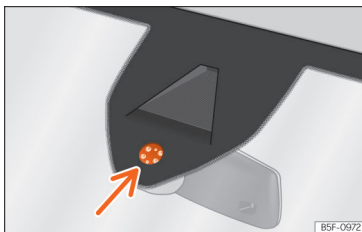

Abb. 157 Sensitive Fläche des Regensensors.
Mögliche Ursachen für Störungen und Fehlinterpretationen im Bereich der sensitiven Fläche » » **Abb. 157** des Regensensors sind u. a.:
- Sensitive Fläche des Regensensors regelmäßig reinigen und Wischerblätter auf Beschädigungen prüfen » » **Abb. 157** (Pfeil).